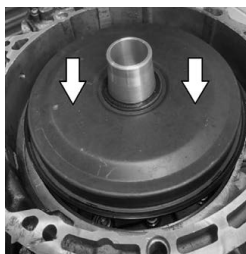

Fig. 3
- Retourner le couvercle externe et l'insérer sur le cône d'insertion (4) (Fig. 3).